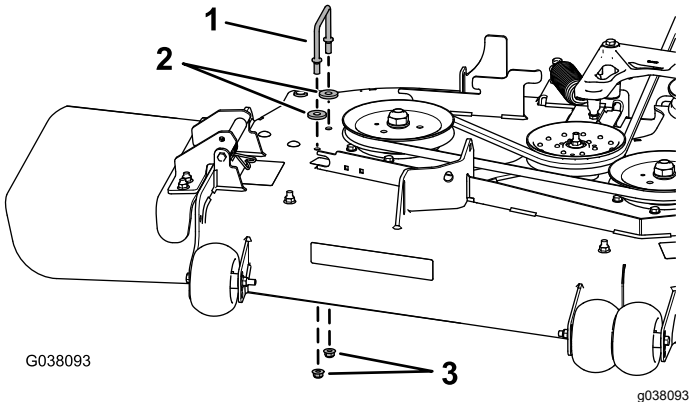

Figura 16
3. Remova o suporte direito da cobertura da correia, duas anilhas (apenas plataformas de cortadores de 152 cm) e duas porcas flangeadas da plataforma do cortador (Figura 16).